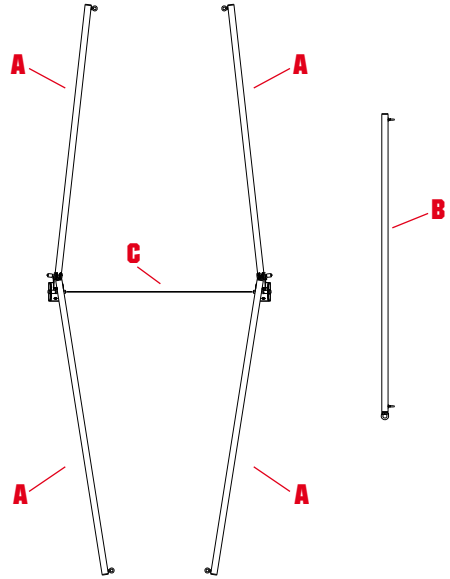

Abb. 2
- a) Die beiden Standrohre (A) und das Stütz- und Zugrohr (B) auf den Boden legen - (Abb. 2).